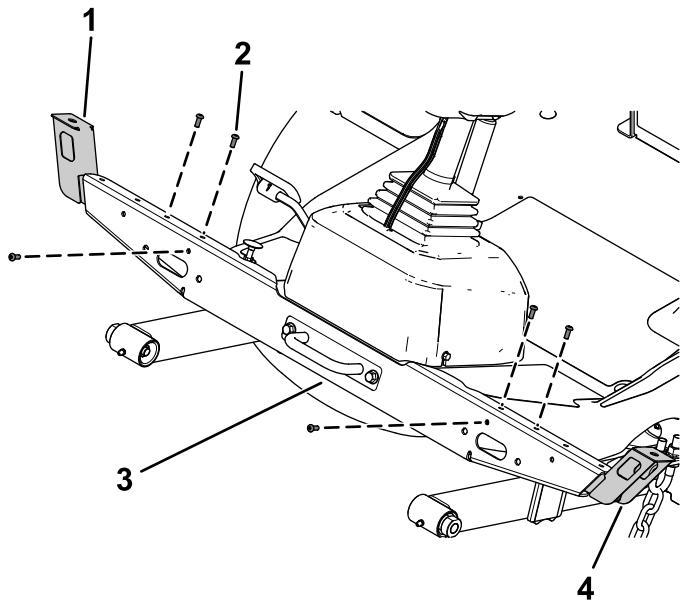

Figure 19
3. Fixez le support du feu gauche et le support du feu droit sur le support transversal en vissant 3 boulons à tête ronde ($\frac{1}{4}$ " x $\frac{5}{8}$ ") dans les écrous rapides de chaque côté (**Figure 19**).